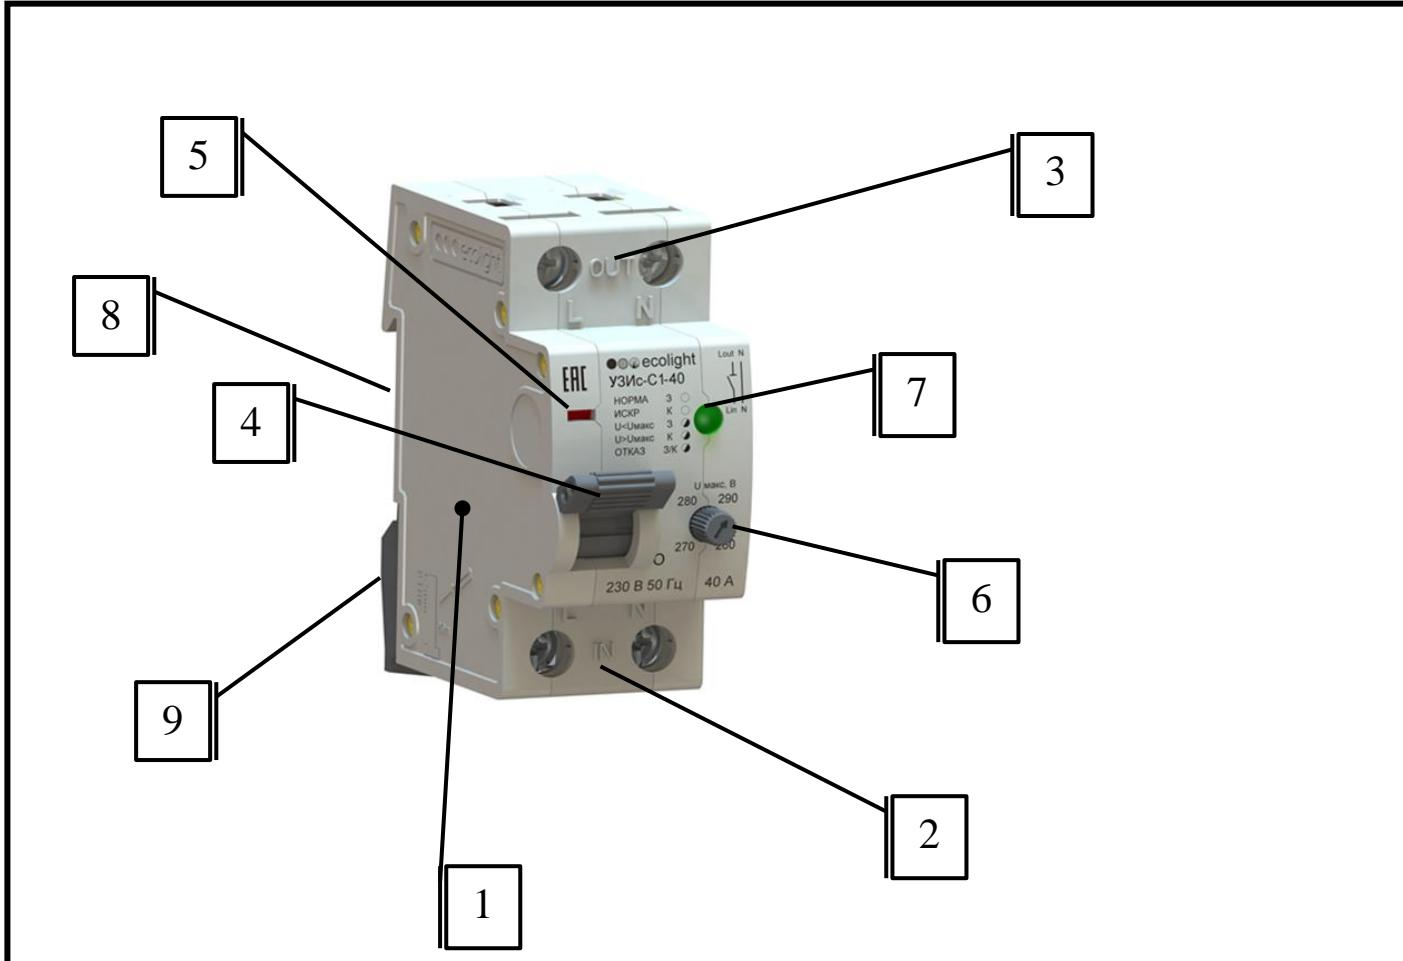

Рис. 1. Устройство защиты от искрения
1.1. Устройство (Рис.1) является неразборным, содержит корпус (1) с винтовыми зажимами входа (2) и выхода (3) линий фазы и нейтрали, внутри корпуса - плату управления и срабатывающий по ее команде механизм свободного расцепления входного и выходного контактов фазной линии. Входной и выходной контакты нейтрали соединены.
3.1.2. Вынуть устройство из упаковки. Осмотреть. Проверить визуально отсутствие механических повреждений. Проверить возможность предусмотренных ручных регулировок, воздействуя на соответствующие переключатели (рис.1). Четырехпозиционный переключатель (6 на рис.1) порогов допустимого напряжения перевести в положение, соответствующее напряжению 260 В (заводская установка).
3.1.3. Расположить устройство вертикально, так как показано на рис.1 – рукоятка ручного управления 4 расположена слева, контактная группа «OUT» располагается сверху.
3.1.4. Отодвинуть защелку 9 (рис.1) вниз. Установить устройство на DIN-рейку. Задвинут защелку 9 вверх. Проверить надежность установки УЗИс на DIN-рейке.
4.2. При помощи четырехпозиционного переключателя (6 на рис.1) задать значение максимально допустимого напряжения в защищаемой сети. Его определяет пользователь. Рекомендуется установить не более 260 В. Значение установленного напряжения, при превышении которого отключается защищаемая сеть, определяется по указательной стрелке переключателя.
ВКЛЮЧИТЬ УСТРОЙСТВО. ВКЛЮЧИТЬ ПОДАЧУ ПИТАНИЯ НА УСТРОЙСТВО. О нормальном рабочем состоянии свидетельствует свечение индикаторного светодиода (7 на рис. 1) постоянным зеленым цветом.
4.3. При свечении индикаторного светодиода (7 на рис. 1) другим цветом или при отсутствии свечения (таблица 1) принять меры к установлению нормального режима работы защищаемой электрической цепи. Порядок действий рассмотрен в разделах 8.2 и 8.3 Руководства по эксплуатации РБНС.641242.001 РЭ, которое входит в комплект поставки УЗИс.
5.3. При срабатывании УЗИс рукоятка ручного управления (4, рис. 1) должна перейти в нижнее положение – «выключено». Проверить факт свечения индикаторного светодиода (7, рис. 1) красным цветом.
5.4. Для продолжения проверки переводить рукоятку ручного управления (4, рис.1) в верхнее положение – состояние «включено».